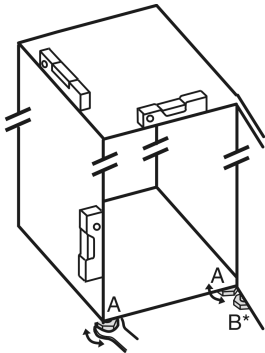

Fig. 5
- ▶ Az állítható lábakat Fig. 5 (A) a mellékelt villáskulccsal és egy vízmerce segítségével csavarja ki addig, amíg a készülék szilárdan és egyenesen be nincs igazítva.
- ▶ A csapágybak állítható lábát Fig. 5 (B) a mellékelt villáskulccsal csavarja ki úgy, hogy a padlón fekvődjön.
- ▶ Az állítható lábat Fig. 5 (B) forgassa tovább 90°-kal.